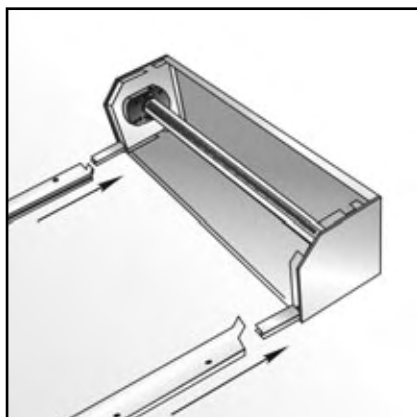
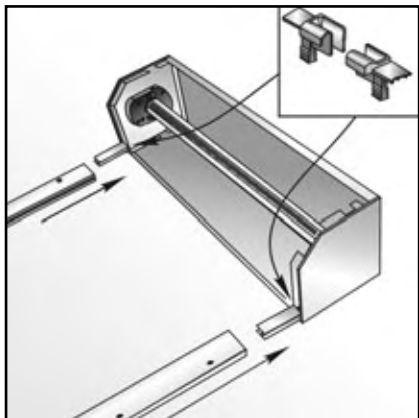

рис. 12
рис. 13
4.2.9. Собрать каркас роллеты (короб в сборе с боковыми крышками и направляющими шинами) (рис.12). При отсутствии на направляющих шинах отогнутой отбортовки в крышки установить два направляющих устройства (рис.13).